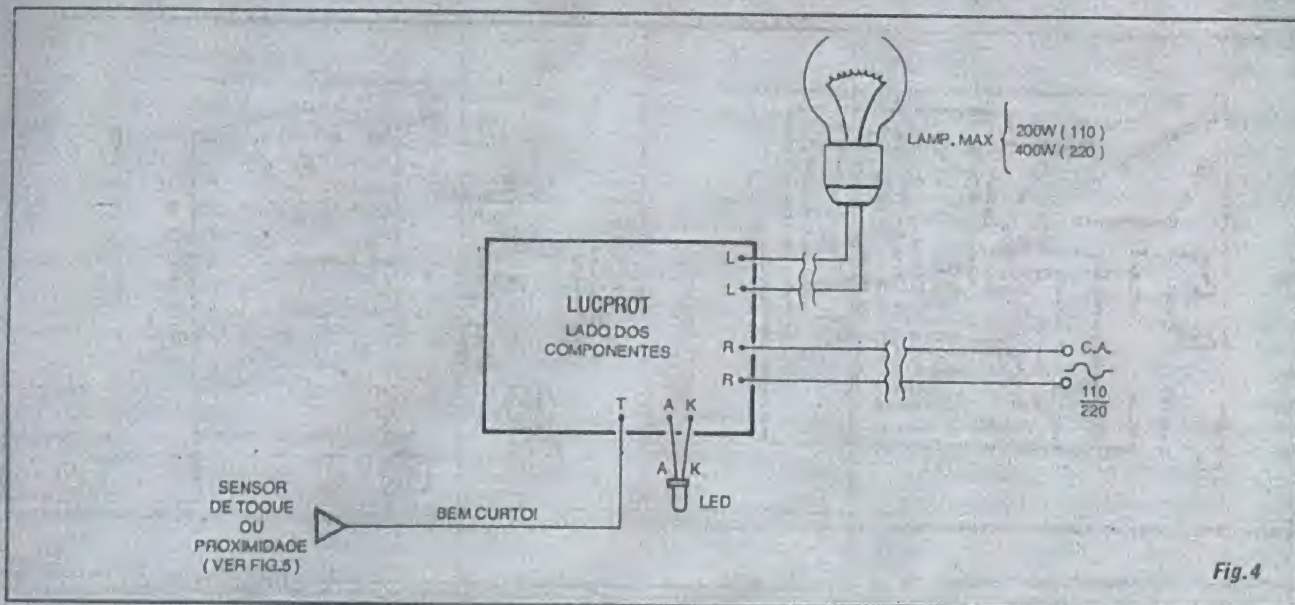

Fig.4
- FIG. 4 - CONEXÕES EXTERNAS À PLACA - Na figura anterior, o Leitor/Hobbysta deve ter notado algumas ilhas/furos em posição periférica à placa (junto às bordas do Impresso...), "sem uso"...